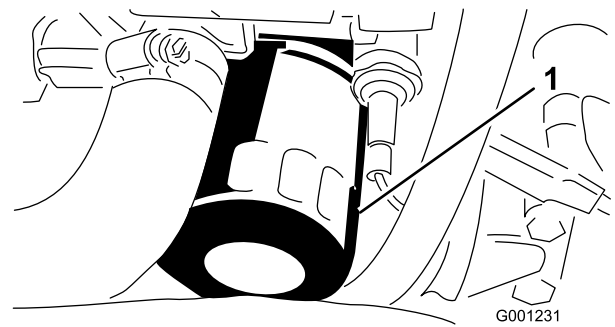

Bild 50
6. Entfernen und wechseln Sie den Ölfilter aus (Bild 50).